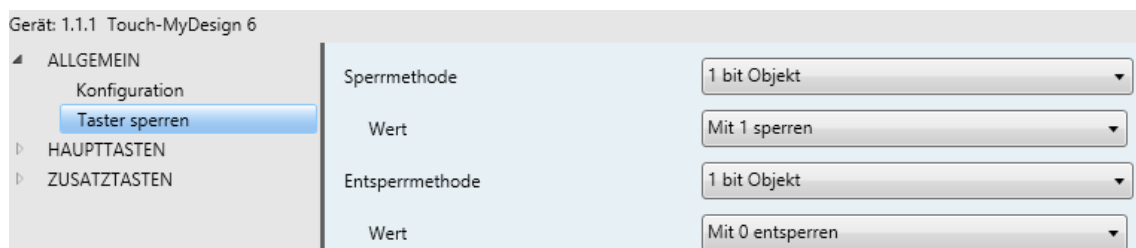

Abb. 9 Taster sperren (Allgemein)
- **Taster sperren:** Diese Funktion ermöglicht es, das Gerät zu sperren, so dass die Touchfläche Benutzereingaben ignoriert. Die folgenden Parameter erscheinen, wenn diese Funktion aktiviert wurde; siehe Abb. 9.